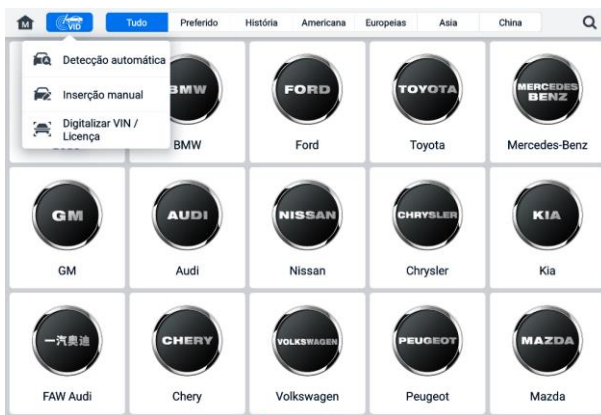

Figura 6-6 Tela do botão VID
2. Toque no botão **VID** na barra de ferramentas superior (veja Figura 6-6 Tela do botão VID).
Toque em **Digitalizar VIN/Placa de Licença** na lista suspensa (veja Figura 6-6 Tela do botão VID), a câmera será aberta. No lado direito da tela, de cima para baixo, três opções estão disponíveis: **Escaneie o código de barras, escaneie o VIN e escaneie a placa do veículo**.